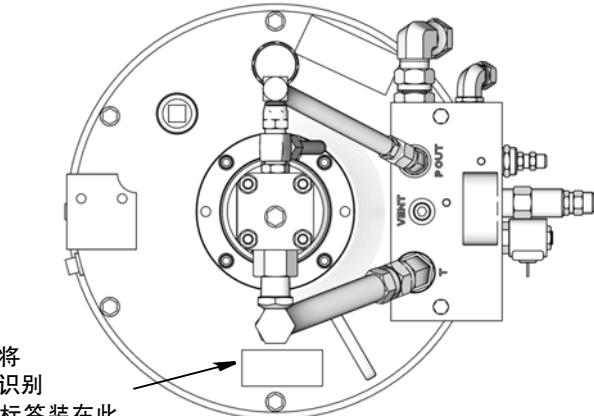

图 2
3. 将液压控制模块装在油罐 (P) 上。
4. 将油箱管路 (G) 与泵 (D) 连接。
5. 将泵高压液压管路 (H) 与泵 (D) 连接。
7. 按图 2 所示装上型号标签。